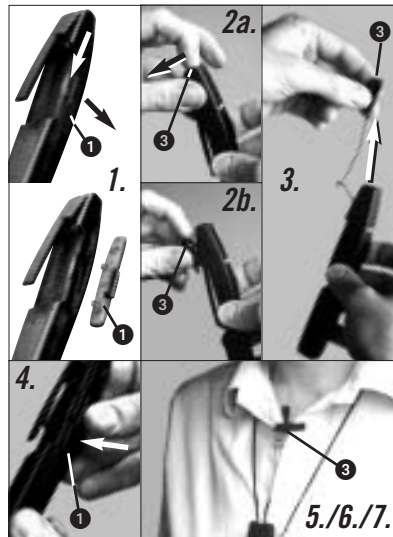

Fig. 5: Quitar el micrófono
4.3 Retirar el micrófono (véase Fig. 5)